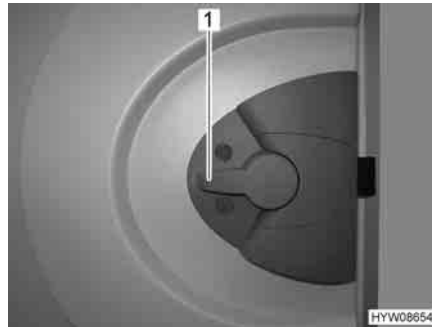

Fig. 25 Serratura della porta, lato interno
- Apertura:** ■ Premere la maniglia della porta (Fig. 25,1) verso il basso.